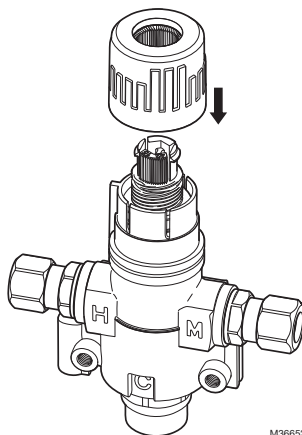

Fig. 6. Verrouillez le réglage.
4. Une fois le réglage effectué, remettez le capuchon en place pour verrouiller le réglage. Voir la Fig. 6.